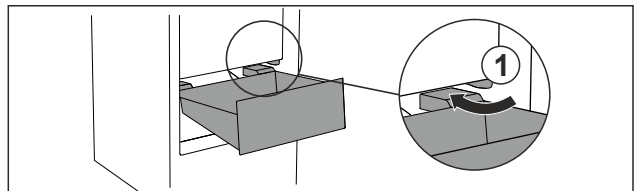

Fig. 102
- ▶ Прокарайте чекмеджето под ъгъл около ограничителите Fig. 102 (1).